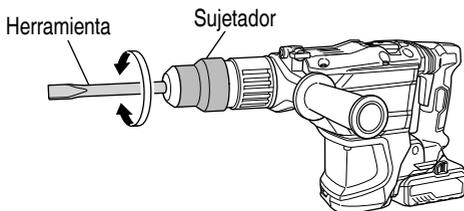

Fig. 25
- (b) Gire el agarre o la herramienta como se ilustra en la Fig. 25 y fije la herramienta en la dirección de funcionamiento deseada.